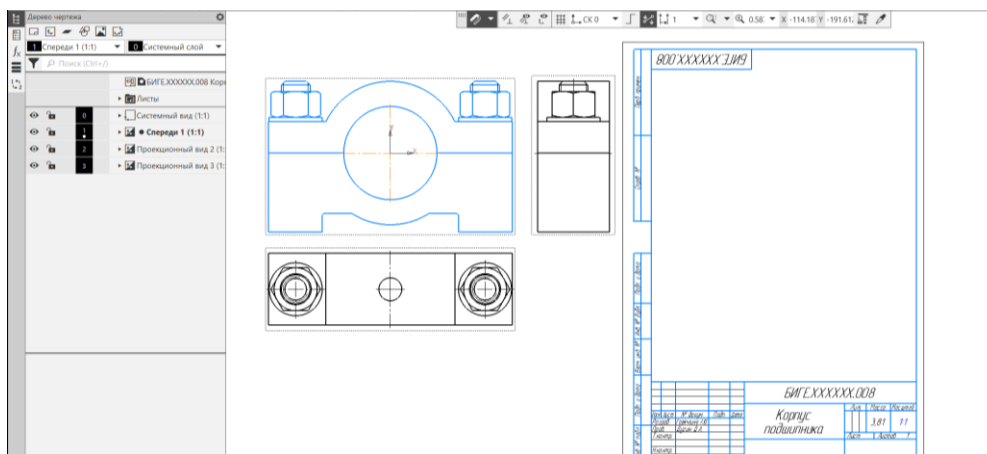

Рис. 3 Команда «Создание стандартных видов»
- **Черчение – Виды – Стандартные виды с модели** (рис. 3).